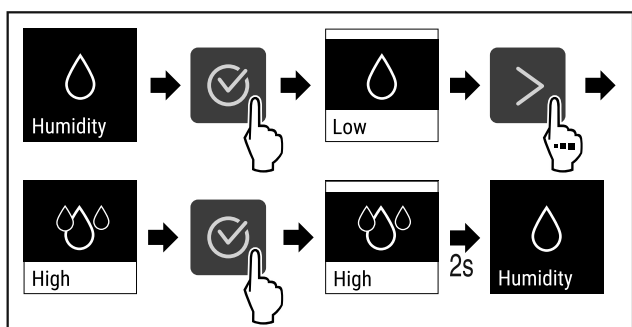

Fig. 75
- Eseguire i passi (vedere Fig. 75).